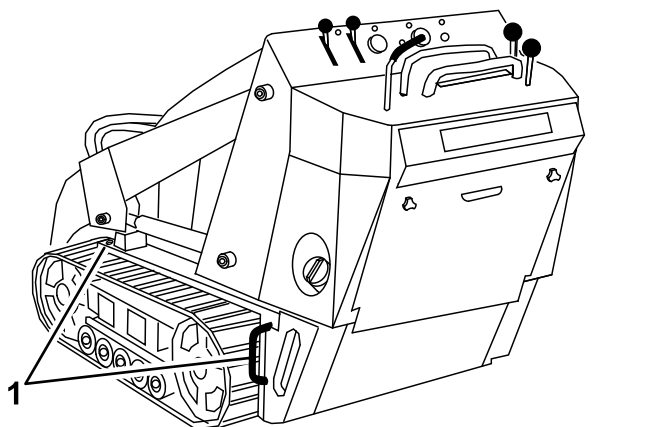

Bild 20
8. Befestigen Sie die Maschine mit den Metallbefestigungsschleifen und Riemen, Ketten, Kabel oder Seilen am Anhänger oder Pritschenwagen (Bild 20). Halten Sie die örtlichen Vorschriften für die Vergütung ein.
Sie können die Maschine mit den Vergütungsstellen bzw. Hebeschlaufen als Hebestellen anheben, wie in Bild 20 abgebildet.